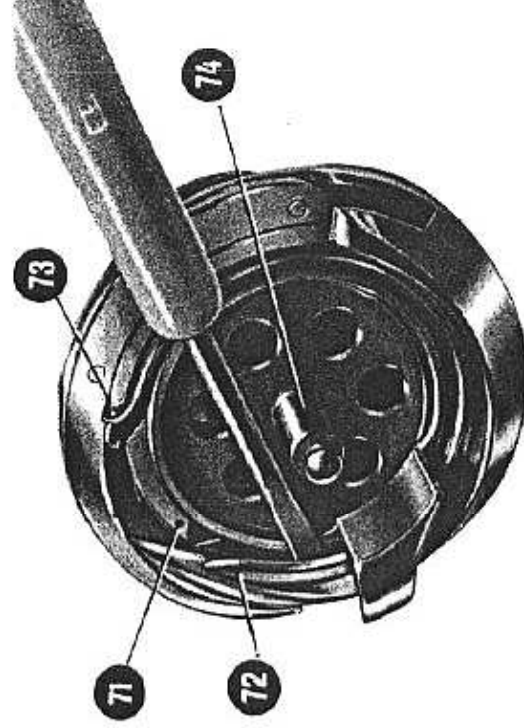

Abb. 26
Zu 11: Die BERNINA Kl. 317 ist mit dem patentierten Greifer, der die Maschine gegen sämtliche Bedienungsfehler unempfindlich macht, ausgestattet (siehe Abb. 26). Das Demontieren des Greifers erfolgt in folgender Weise: Nachdem man die Spulenkapsel mit der Spule vom Greifer abgezogen hat, dreht man den Greifer so, dass die Spitze des Fadenanschlages (71) des Spulenkapselträgers (74) unter die Spitze des federnden Laufbahrings (72) zu liegen kommt.